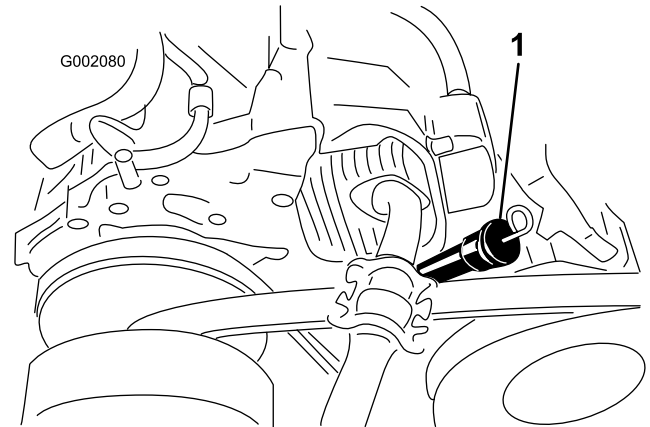
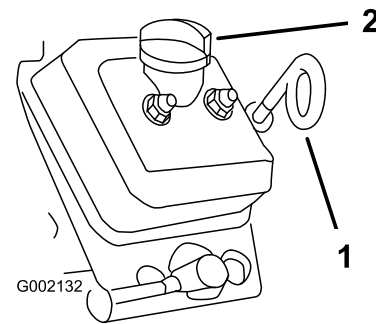

Figura 10
Figura 11
2. Limpie alrededor de la varilla de nivel de aceite (Figura 10 para los modelos 07266TC y 07279 y Figura 11 para modelos 07273/TC) para que no caiga suciedad por el orificio de llenado y cause daños en el motor.